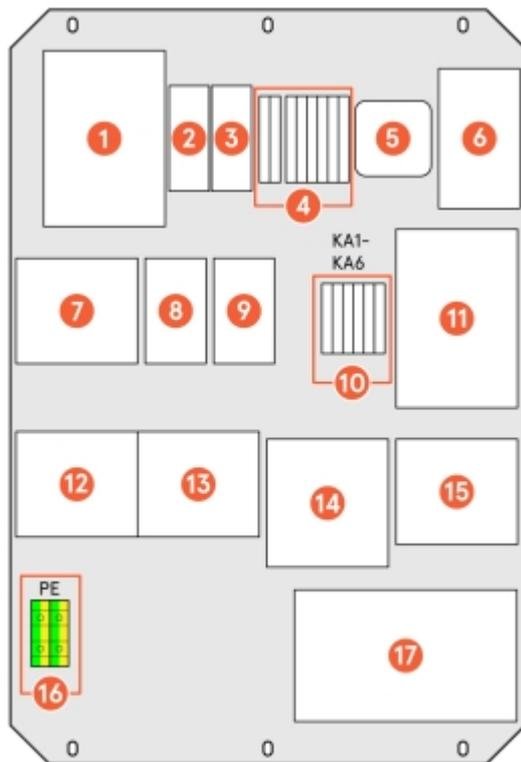

Abbildung 42: Bauteile des SmartHub
- 1.1 Aktivieren Sie das WLAN, indem Sie die WLAN-Taste am Smarthub drücken, siehe Abbildung 42.
SSID: AS-SERIENNUMMER (die SmartHub-Seriennummer befindet sich am Zentralcomputer, siehe Abbildung 42).